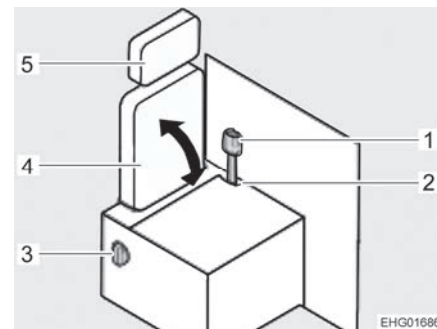

Fig. 43 Siège rabattable, relevé
- Relever le dossier (Fig. 43,4) du siège rabattable en tournant la poignée tournante (Fig. 43,3).
- Passer la sangle (Fig. 43,1) par l'ouverture (Fig. 43,2).
- Fixer et régler l'appuie-tête (Fig. 43,5) sur le siège rabattable, voir paragraphe 4.10.
- Insérer la lanière de ceinture (Fig. 43,1) dans l'ouverture (Fig. 43,2)
- Basculer le dossier (Fig. 43,4) en tournant la poignée tournante (Fig. 43,3).